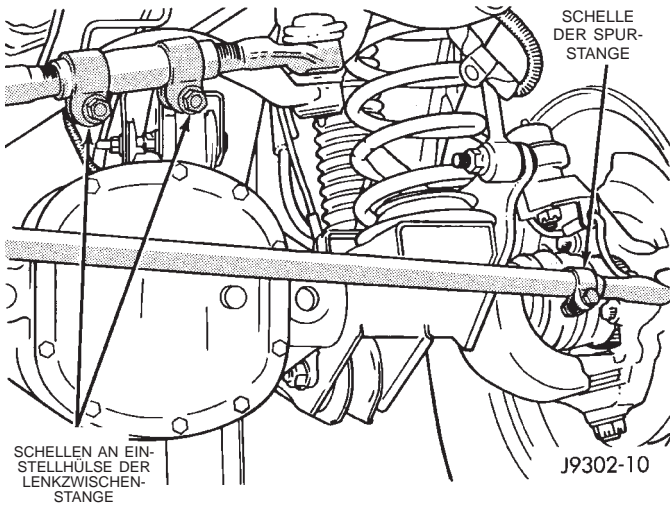

Abb. 2 Anordnung der Schellen an Lenkzwischenstange und Spurstange
(1) Ggf. Kugelkopf in die Spurstange einschrauben. Die Schelle gemäß (Abb. 2) ausrichten. Die
(1) Spurstangenkopf in die Lenkzwischenstange einschrauben und die Schrauben an den Schellen der Einstellhülse gemäß (Abb. 2) ausrichten.
(2) Lenkzwischenstange in Einbaulage bringen. Lenkzwischenstange am Achsschenkel, an der Spurstange und am Lenkstockhebel einbauen.
(3) Die Kronenmutter am Achsschenkel mit einem Anzugsmoment von 47 N·m (35 ft. lbs.) festziehen. Die Kronenmutter am Lenkstockhebel mit einem Anzugsmoment von 81 N·m (60 ft. lbs.) festziehen. Die Kronenmutter an der Spurstange mit einem Anzugsmoment von 47 N·m (35 ft. lbs.) festziehen. Neue Splinte einbauen und die Enden um 60° umbiegen.